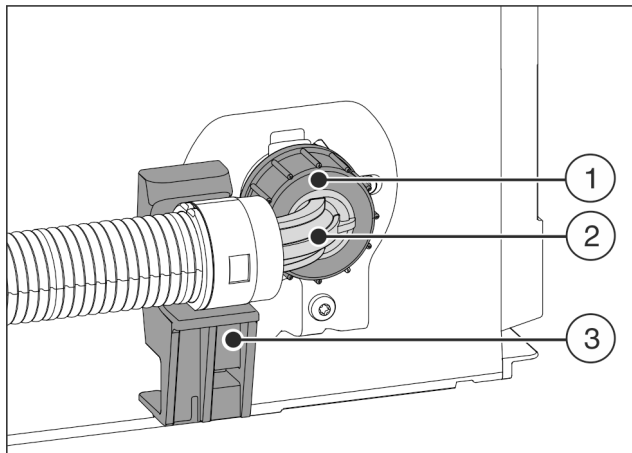

Fig. 9
- ▶ Zgiętą końcówkę węża Fig. 9 (2) należy wypozycjonować i przytrzymać poziomo na uchwycie Fig. 9 (3).
- ▶ Nakrętkę Fig. 9 (1) przykręcić ręcznie do gwintu, aż do uzyskania pewnego, ścisłego mocowania.